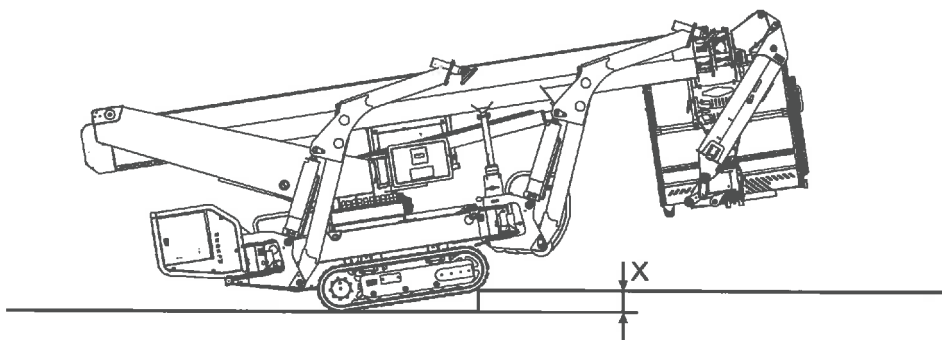

Abb. 95
3. Sicherstellen, dass die zu befahrende Kantenhöhe (Abb.95/X) 100 mm nicht überschreitet.
- Maximale Schrägstellung der Maschine beachten (Abb.95).